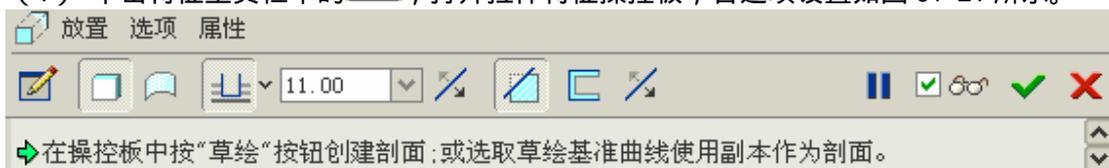

图 61-21
(1) 单击特征工具栏中的 ，打开拉伸特征操控板，各选项设置如图 61-21 所示。